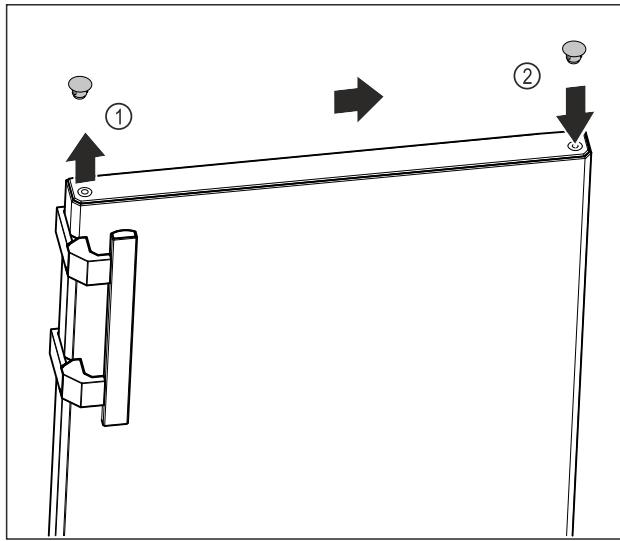

Fig. 17
- Zdvíhnite opatrne kryciu zátku hornej strany dverí Fig. 17 (1) pomocou plochého skrutkovača.
- Nasadťte kryciu zátku na opačnú stranu. Fig. 17 (2)